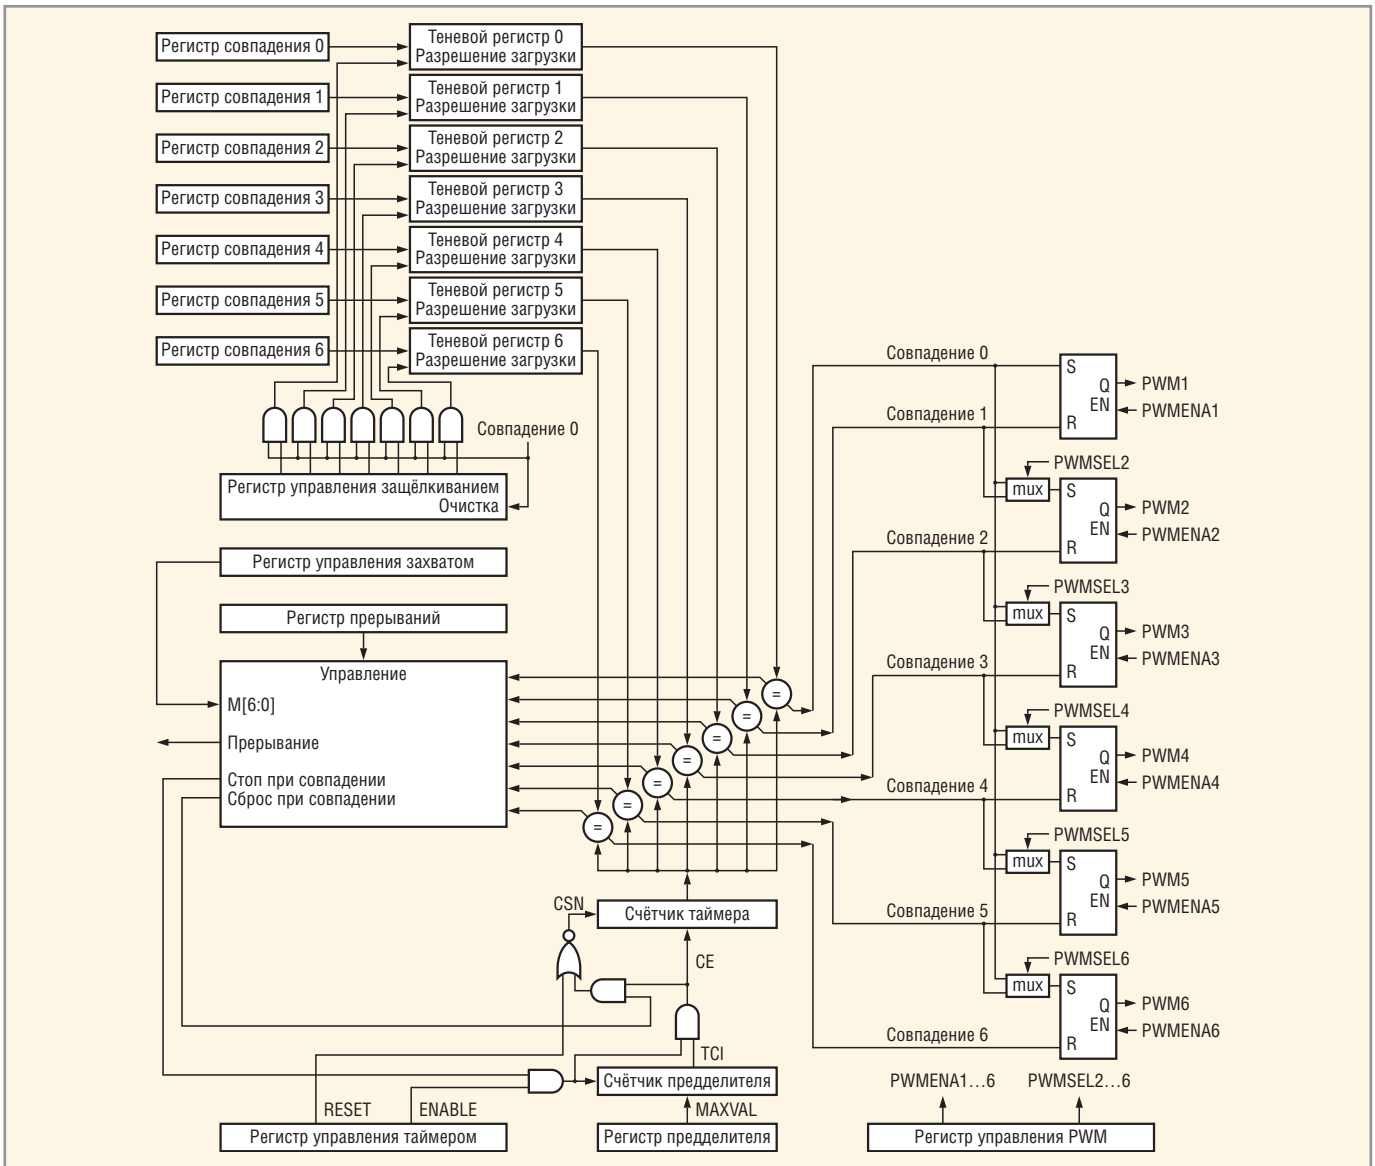

Рис. 28. Блок-схема модуля PWM устройств семейства LPC2000
Блок-схема PWM устройств LPC2000 приведена на рис. 28. Выбор управления отдельным или двойным перепадом выходного сигнала PWM производится мультиплексорами (mux), управляемыми битами PWMSELn.
**Каналы PWM3 и PWM5 нецелесообразно использовать для формирования сигналов с двойным управляемым перепадом, поскольку из-за особенностей построения внутренней логики PWM (см. рис. 28) в результате их использования уменьшается общее количество каналов PWM, поддерживающих управление двойным перепадом. Для формирования сигналов с двойным управляемым перепадом рекомендуется использовать каналы PWM2, PWM4 и PWM6.